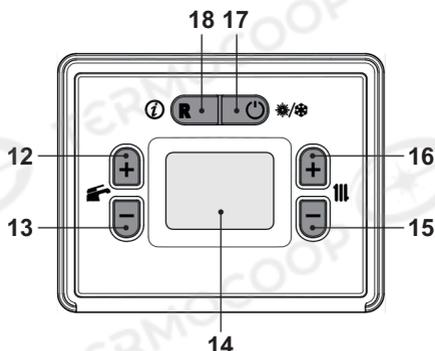

Figura 2.5
• Premere il tasto 17 fino a far apparire sul display il simbolo  Figura 2.5.
La temperatura dell'acqua calda di mandata riscaldamento è regolabile agendo sui tasti 15 (diminuzione) e 16 (aumento) (Figura 2.5) da un minimo di circa 25°C ad un massimo di circa 85°C o da un minimo di circa 50°C ad un massimo 80°C o da un minimo di circa 25°C ad un massimo 55°C (vedere "Selezione del set temperatura riscaldamento" a pag. 53). Alla prima pressione di uno dei due tasti si ha la visualizzazione del valore di "set", alla seconda pressione si accede alla modifica.
Quando è installata la sonda esterna (opzionale) la vostra caldaia regola automaticamente la temperatura dell'acqua di mandata dell'impianto di riscaldamento in relazione alla temperatura esterna. In questo caso la caldaia deve essere impostata da un installatore qualificato (vedere "Abilitazione funzionamento con sonda esterna e settaggio coefficiente K" a pag. 49). Comunque se la temperatura ambiente non dovesse essere confortevole si può aumentare o diminuire la temperatura di mandata dell'impianto riscaldamento di $\pm 15^{\circ}\text{C}$ agendo sui tasti 15 (diminuzione) e 16 (aumento) (Figura 2.5).
La temperatura dell'acqua calda sanitaria è regolabile agendo sui tasti 12 (aumento) e 13 (diminuzione) (Figura 2.5) da un minimo di circa 30°C ad un massimo di circa 60°C . Alla prima pressione di uno dei due tasti si ha la visualizzazione del valore di "set", alla seconda pressione si accede alla modifica. Segnalazione data dal display LCD: • il valore di "set" dell'acqua calda sanitaria